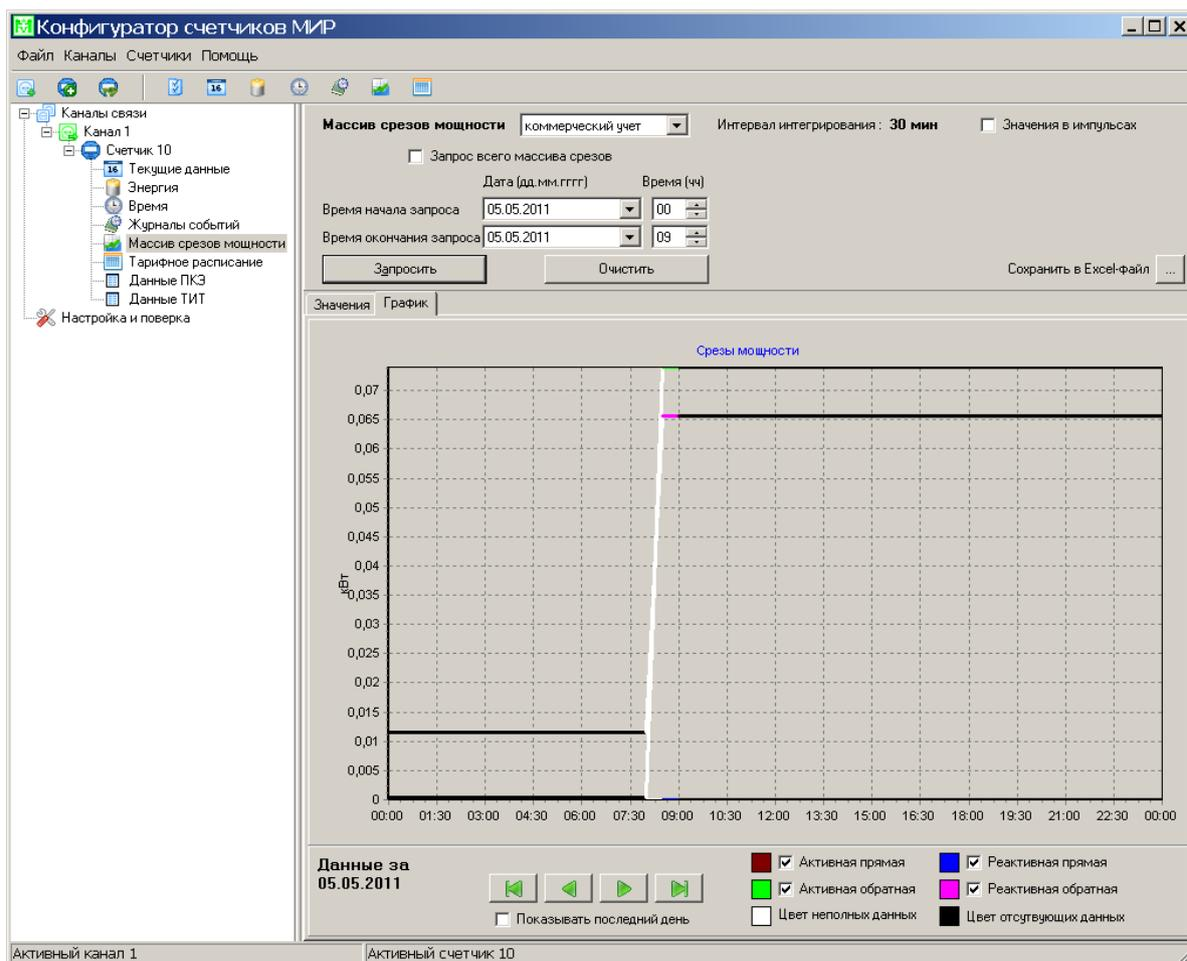

Рисунок 3.42
3.3.13.5 На вкладке *График* (рисунок 3.42) срезы мощности отображаются в виде графика мощности за определенный день. В нижней части вкладки *График* расположены кнопки  и , которые позволяют изменять дату отображения срезов мощности.